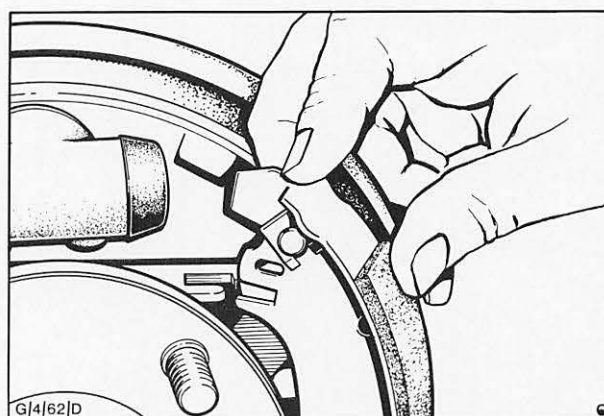

Abb. 44 Vordere Bremsbacke in die Aussparung der Druckstrebe einführen
12. Vordere Bremsbacke in die Aussparung der Druckstrebe einführen, Abb. 44, und an Radbremszylinder und Stützlager in Einbaulage bringen.